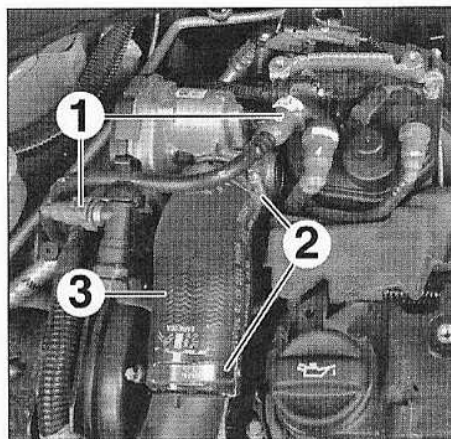
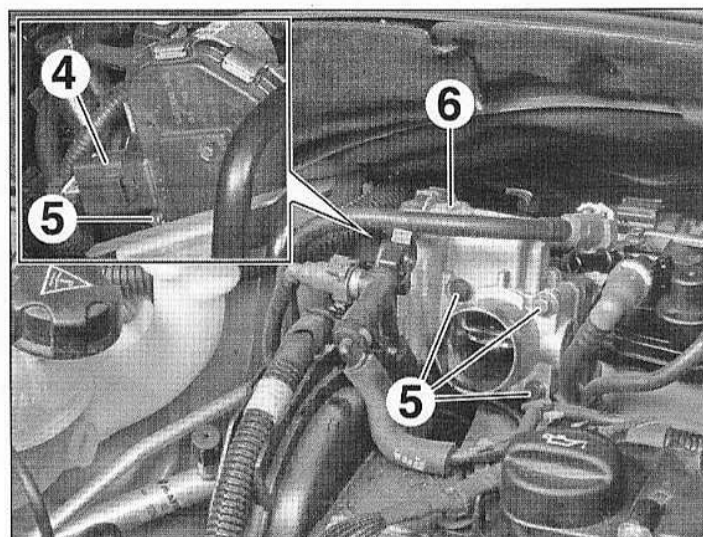

FIG.65
FIG.66
- Débrancher et écarter les canalisations de carburant (1) (Fig.65).
- Desserrer les colliers (2) et déposer le conduit d'air (3).
- Débrancher le connecteur (4) (Fig.66).
- les vis (5),
- le papillon motorisé (6).